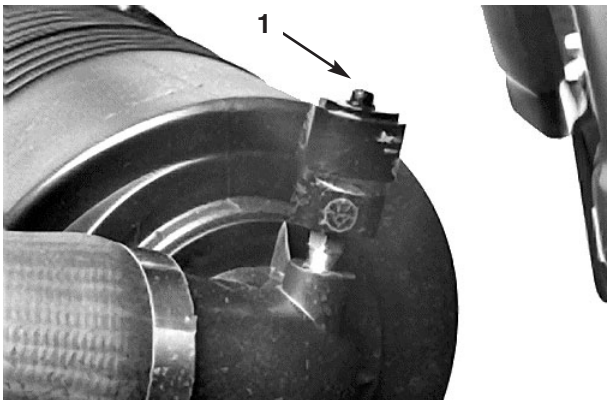

Bild 27
2. Warten Sie die Luftfilter, wenn die Luftfilteranzeige (Bild 27) Rot anzeigt oder alle 400 Stunden (bei einer sehr staubigen oder schmutzigen Umgebung häufiger). Warten Sie den Luftfilter nicht zu häufig.
8. Stellen Sie die Anzeige (Bild 27) zurück, wenn diese weiterhin auf Rot steht.